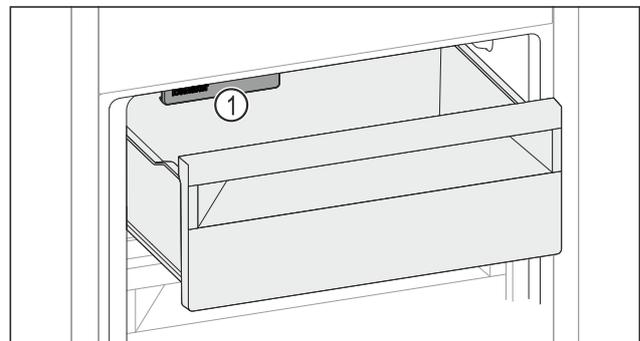

Fig. 168
- Tenez compte de l'IceMaker Fig. 168 (1).